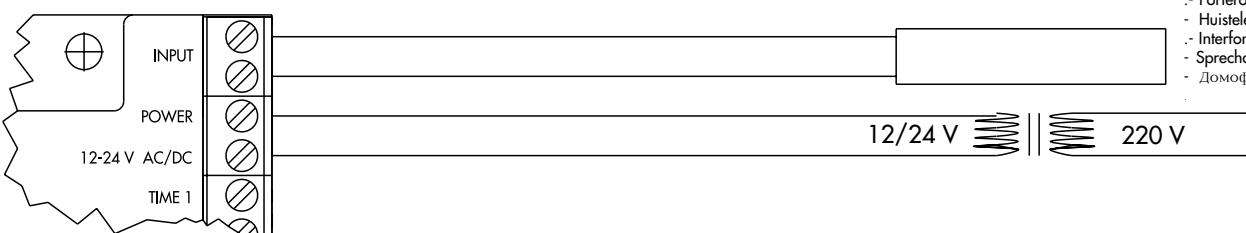

fig. 2,afb. 2, Abb. 2, Рис. 2
a) Модуль Бустер Плюс смонтируется прямо на корпус [электrozамка, в версиях со специальным отверстием с надписью бы пасс (см. рис. 2). Если в корпусе нет такого отверстия, необходимо заменить [электrozамок с другим, имеющим данное отверстие.
б) При демонтированном [электrozамке (если [электrozамок уде смонтирован на двери/воротах, надо его демонтировать) вынуть из специального гнезда корпуса блок катушки при помощи двух самонарезающих винтов M4 (см. рис.2).